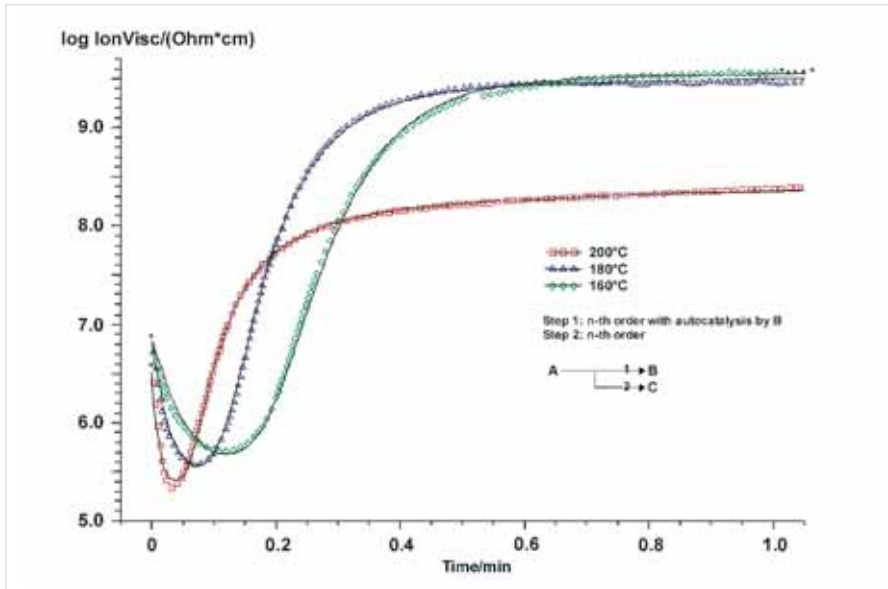

Abb. 3: Anpassung eines kinetischen Modells an die experimentellen Daten.
3. Isotherme Messungen bei verschiedenen Temperaturen und anschließende kinetische Analyse (Abb. 3 + 4)